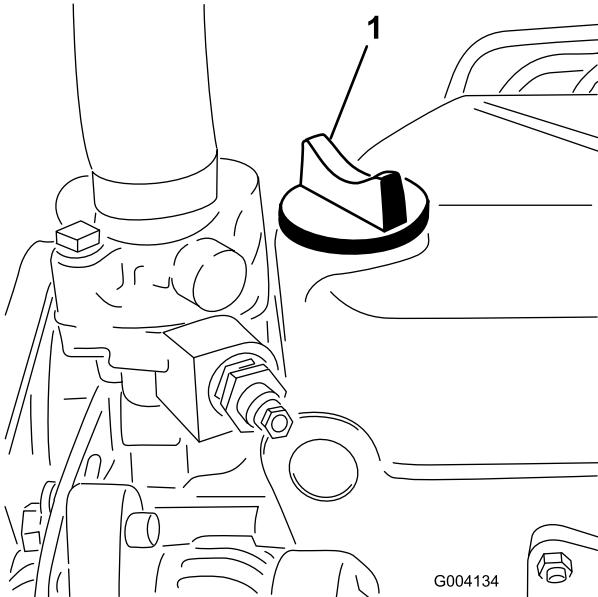

Рисунок 31
- Если уровень масла ниже метки FULL (Полный), снимите крышку заливной горловины (Рисунок 31) и добавляйте масло, пока его уровень не достигнет отметки FULL (Полный) на масломерном щупе.